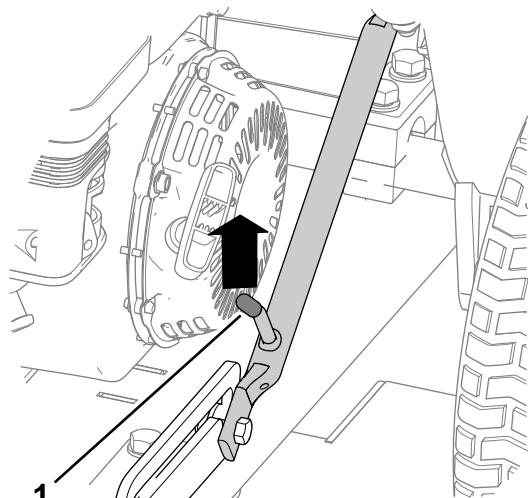

図 6
- ラッチレバーがスライドディテントから外れるまで、ヒッチアセンブリを押し上げる図6。